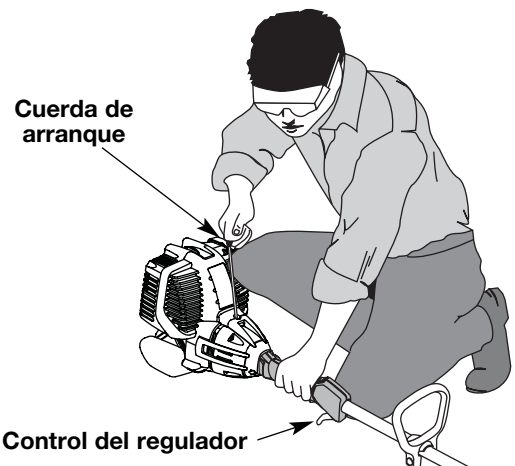

Fig. 11
**ADVERTENCIA:** Evite los arranques accidentales. Colóquese en posición de inicio cuando tire de la cuerda de arranque (Fig. 11). El operador y la unidad deben estar en una posición estable al arrancar la unidad para evitar graves lesiones personales.
4. Soporte en la posición de arranque y **no apriete el control de regulador** (Fig. 11). Tire de la cuerda de arranque con un **movimiento controlado y uniforme** 5 veces.